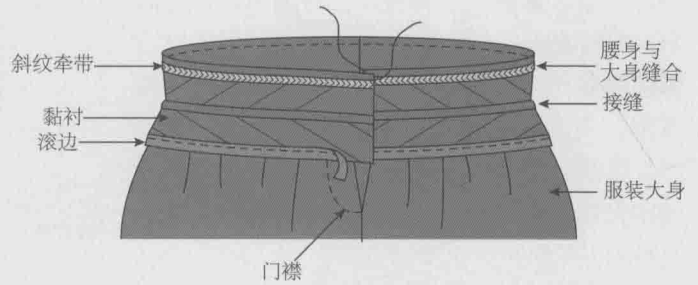

图1.7F 门襟部位腰身滚边并与大身缝合
9. 以服装反面与上层门襟相对放在一起。前中心、后中心与刀口对齐。在合适位置将腰身用别针固定。将腰缝到大身上(见图1.7F)。